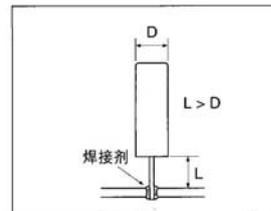

图7
- (2) 在导脚焊接完毕之后再导脚弯曲时, 务必请留出大于外壳直径长度的空闲部分 (参阅图7)。